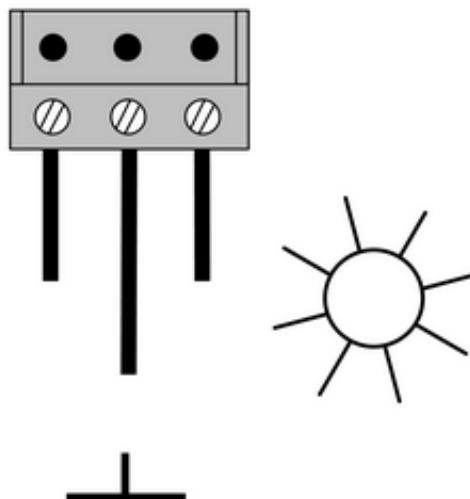

Figura 3: Collegamento al blocco morsetti
- Collegare i sensori secondo lo schema di collegamento (figura 3). Nel sensore sole è contrassegnata la "massa". Nella prolunga è contrassegnato il "sole". La "massa" è il cavo centrale.